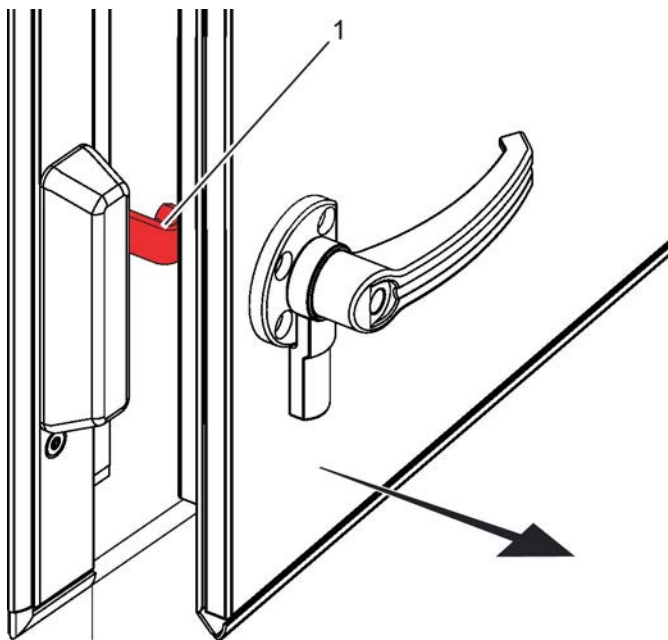

Fig. 22: Loquet de sécurité
2. ▶ Ouvrir avec précaution la trappe de visite jusqu'à ce que le loquet de sécurité arrive en butée (Voir la Fig. 22/1).